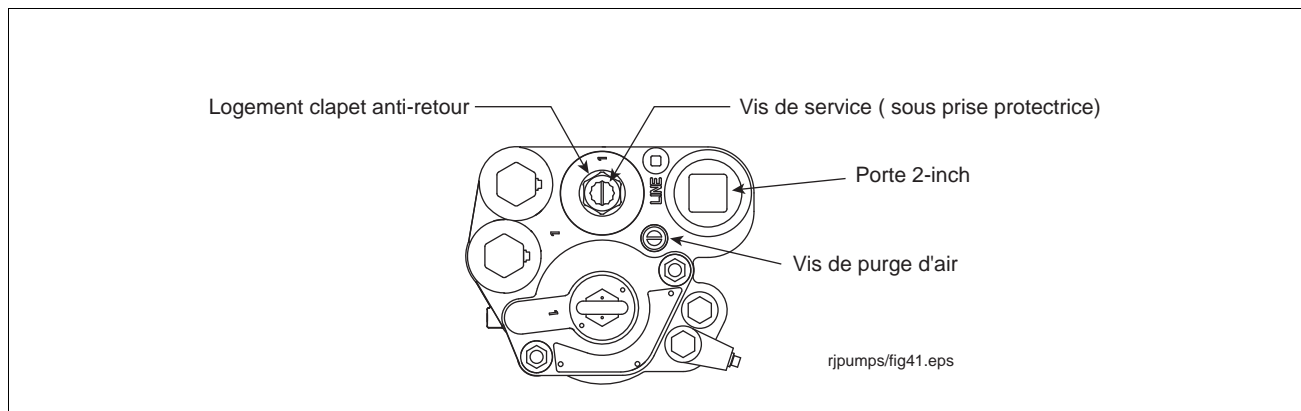

Figure 45. Positionner la vis de purge d'air
2. Retirer et conserver la prise protectrice placée en haut du carter du clapet de non-retour et tourner la vis dans le sens des aiguilles d'une montre (voir Figure 45). Lorsque la vis approche de la position finale, on entend le système se dépressuriser. Continuer à tourner la vis jusqu'à ce qu'elle ne puisse aller plus loin. Lorsque la vis est en bout de course, dévisser de 4 tours pour relever le clapet de non-retour et laisser le carburant s'écouler dans les cavités hydrauliques du collecteurs.
5. Placer la vis de purge d'air en haut du collecteur (Figure 45).